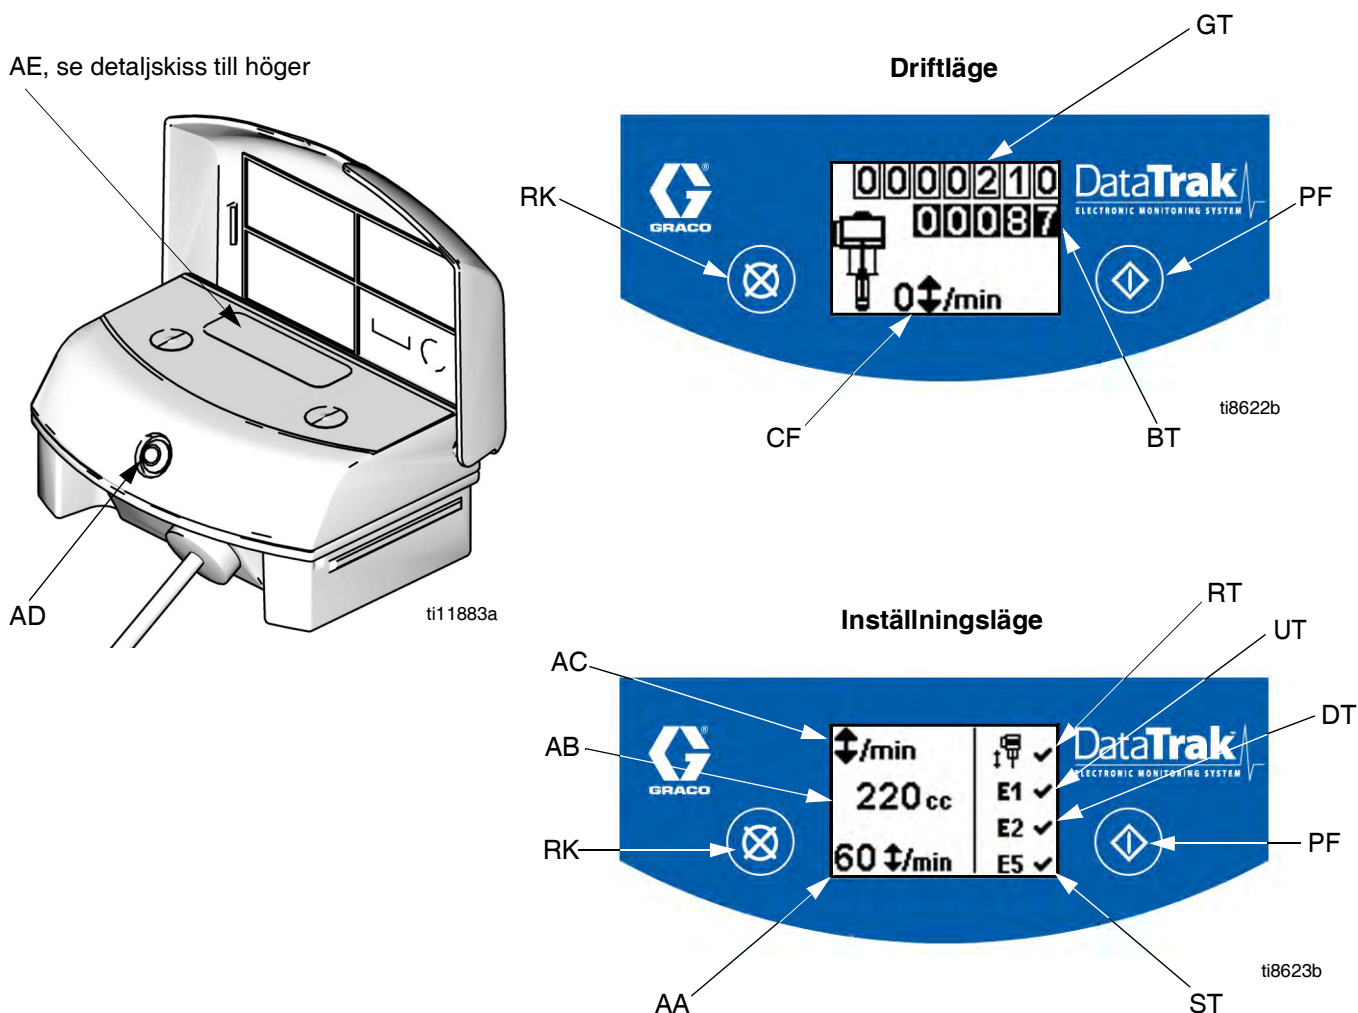

FIG. 8. Reglage och indikatorlampor på DataTrak
Beteckningar för FIG. 8
1. Se FIG. 8. Tryck och håll inne  i fem sekunder tills inställningsmenyn visas.
När rusningsbegränsningen och felalternativen E1, E2 och E5 är aktiverade, visas ✓ på inställningsbilden. Se FIG. 8.
1. Se FIG. 8. Om pumpen rusar aktiveras rusningsventilen och pumpen stoppas. Lysdioden (AD) blinkar och på displayen (AE) visas att pumpen rusar (se Tabell 1). Displayen kommer att bläddra igenom sex instruktionsskärmar.
2. Rusningsskärm 1 och 2: Stäng huvudluftventilen (E) för att återställa rusningssolenoiden. Vänta tills luftmotorn helt tömts på luft.
3. Rusningsskärm 3 och 4: När avluftningen är klar, tryck på solenoidens frisläppningsknapp (J) för att återställa luftventilen. Knappen hoppar upp igen när luftventilen åter är trycksatt.
5. Öppna huvudluftkranen (E) för att starta om pumpen. Gå in i inställningsläge och ställ in rusningsvärdet 0 (noll) eller växla (RT) till av  (se FIG. 8).
1. Se FIG. 8. Tänd displayen med någon knapp och tryck sedan på . Symbolen för luftning/remspolning visas på displayen och lysdioden blinkar
2. I läget för fyllning/spolning är rusningskyddet och satssummeringen (BT) avstängda. Totalsummeraren (GT) fortsätter att räkna.
Se FIG. 8. Den sista siffran i satssummeringen (BT) representerar tiondelar gallon eller liter. Tänd displayen med någon knapp och tryck sedan och håll in  i tre sekunder så nollställs räknaren.
Se FIG. 8. Displayen (AE) stängs av efter 1 minut av inaktivitet i körläge och efter 3 minuter i inställningsläge. Tryck på en knapp för att starta displayen.
DataTrak kan diagnostisera flera olika problem hos pumpen. När monitorn upptäcker ett problem blinkar lysdioden (AD, FIG. 8) och en diagnostikkod visas på displayen. Se Tabell 1.